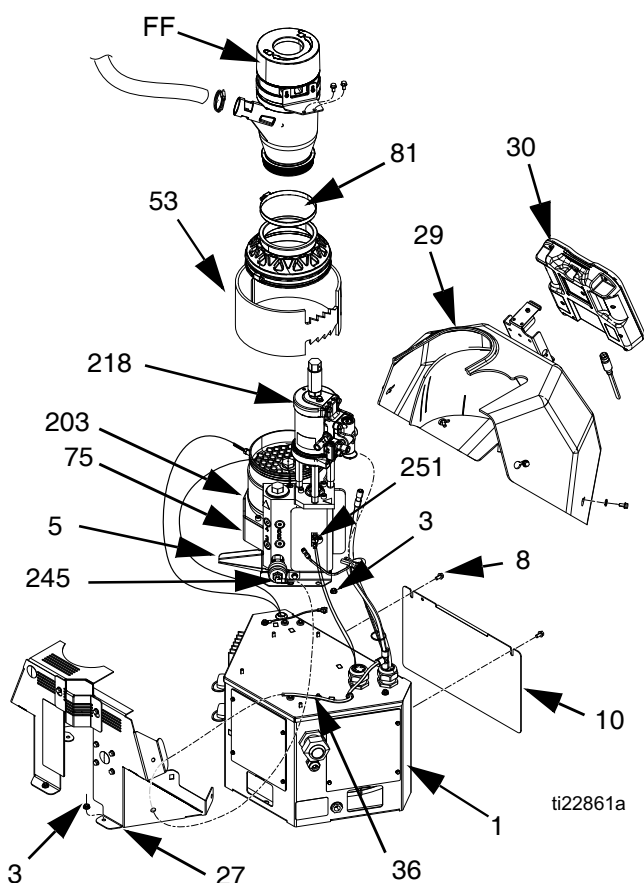
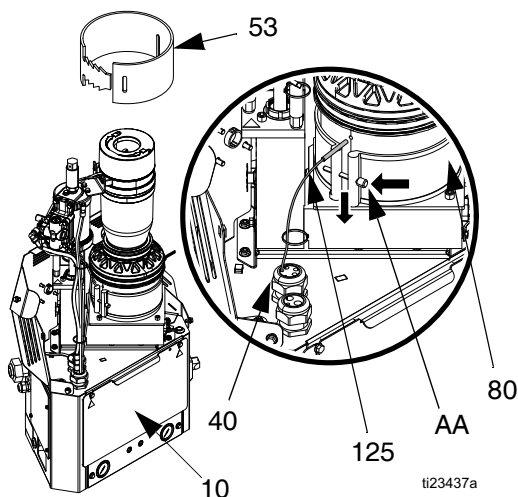

FIG. 37
FIG. 40
5. Rimuovere il cavo dall'ADM (30), quindi far scorrere in avanti la copertura (29) e rimuoverla dal sistema.
6. Rimuovere le viti (8) e lo sportello di accesso anteriore dell'armadio elettrico (10).
8. Rimuovere il tubo dell'aria (36) dalla valvola di scarico (245). Tirare il tubo dell'aria dalla copertura in metallo (27).
9. Rimuovere i dadi (3) sul retro della copertura in metallo (27), quindi rimuovere la copertura.
10. Rimuovere l'isolatore in tessuto del fonditore (53).
11. Allentare la vite (AA), quindi rimuovere il sensore (125). Vedere FIG. 40, pagina 68.
12. Allentare il morsetto del flessibile (81), quindi rimuovere l'imbuto (FF).
13. Rimuovere i connettori del filo dall'interruttore di sovratemperatura (251).
14. Rimuovere gli isolatori (53, 75) dal gruppo fonditore (5).
15. Scollegare il relativo cavo dal sensore di riempimento (20). Vedere **Sostituzione del sensore di riempimento**, pagina 73.
17. Rimuovere il tubo dell'aria dal motore pneumatico (218).
Smontaggio (vedere FIG. 40):
4. Rimuovere il tubo dell'aria (36) dalla valvola di scarico. Tirare il tubo dell'aria attraverso la copertura in metallo (27).
5. Rimuovere i dadi (3) e la copertura in metallo (27). Vedere FIG. 37, pagina 65.
6. Rimuovere l'isolatore in tessuto del fonditore (53).
7. Allentare la vite (AA), quindi rimuovere il sensore (125).
8. Rimuovere lo sportello di accesso del quadro elettrico (10).
9. Scollegare il cavo del sensore di temperatura dal connettore del MZLP etichettato J5. Vedere FIG. 40.
Rimontaggio (vedere FIG. 40)